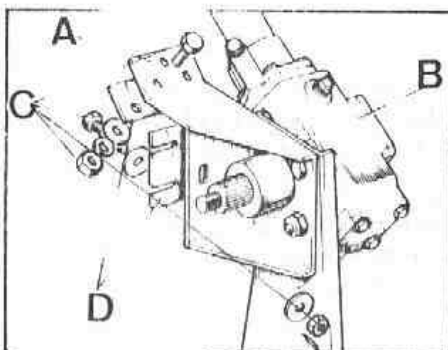
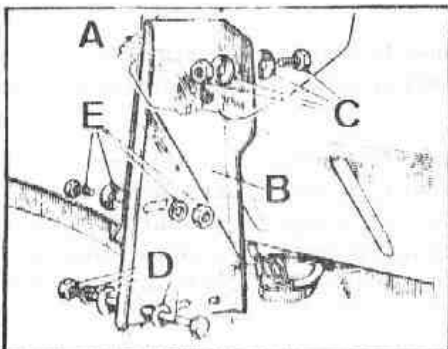

Fig. G-28 Soporte de la caja de dirección
Fig. G-29 Soporte de apoyo
1.10. Soltar los elementos de fijación del soporte de la caja de dirección (Fig. G-28) y el soporte de apoyo, B (Fig. G-29)
- 2.2. Situar el conjunto de la caja de dirección y soportes, en su posición normal de trabajo, sobre el vehículo. Fijar el soporte de apoyo, B (Fig. G-29) al -- chásis, aleta y salpicadero, sin apretar por completo los tornillos en esta -- fase.
- 2.3. Sujetar el soporte, A (Fig. G-28) al salpicadero, sin apretar por completo -- los tornillos.
- 2.5. Apretar los tornillos de los soportes con una tensión de 2 mkg (Fig. G-28 y G-29).